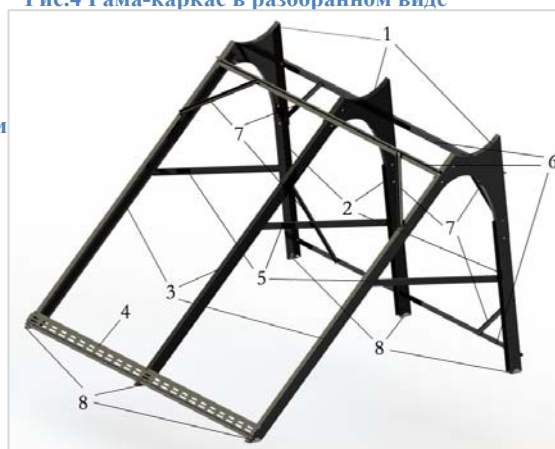

Рис.5 Рама-каркас
Сборка рамы-каркаса производится согласно **Рис. 5**, с помощью болтов и гаек, прилагаемых к комплекту рамы-каркаса.
- Установите белые пластиковые колпачки в раму Рис.5 п.6;